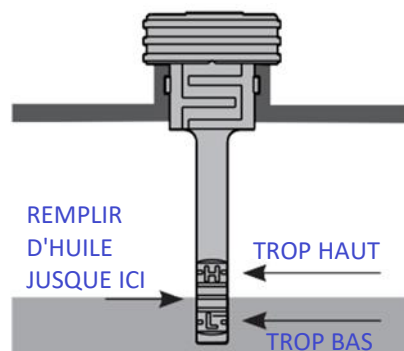

Fig. 4
- Insérez la jauge dans l'orifice de remplissage d'huile pour vérifier le niveau d'huile ; ajoutez de l'huile moteur fraîche si le niveau est inférieur à la quantité recommandée, mais ne remplissez pas trop. Voir la figure 4 pour plus d'informations.